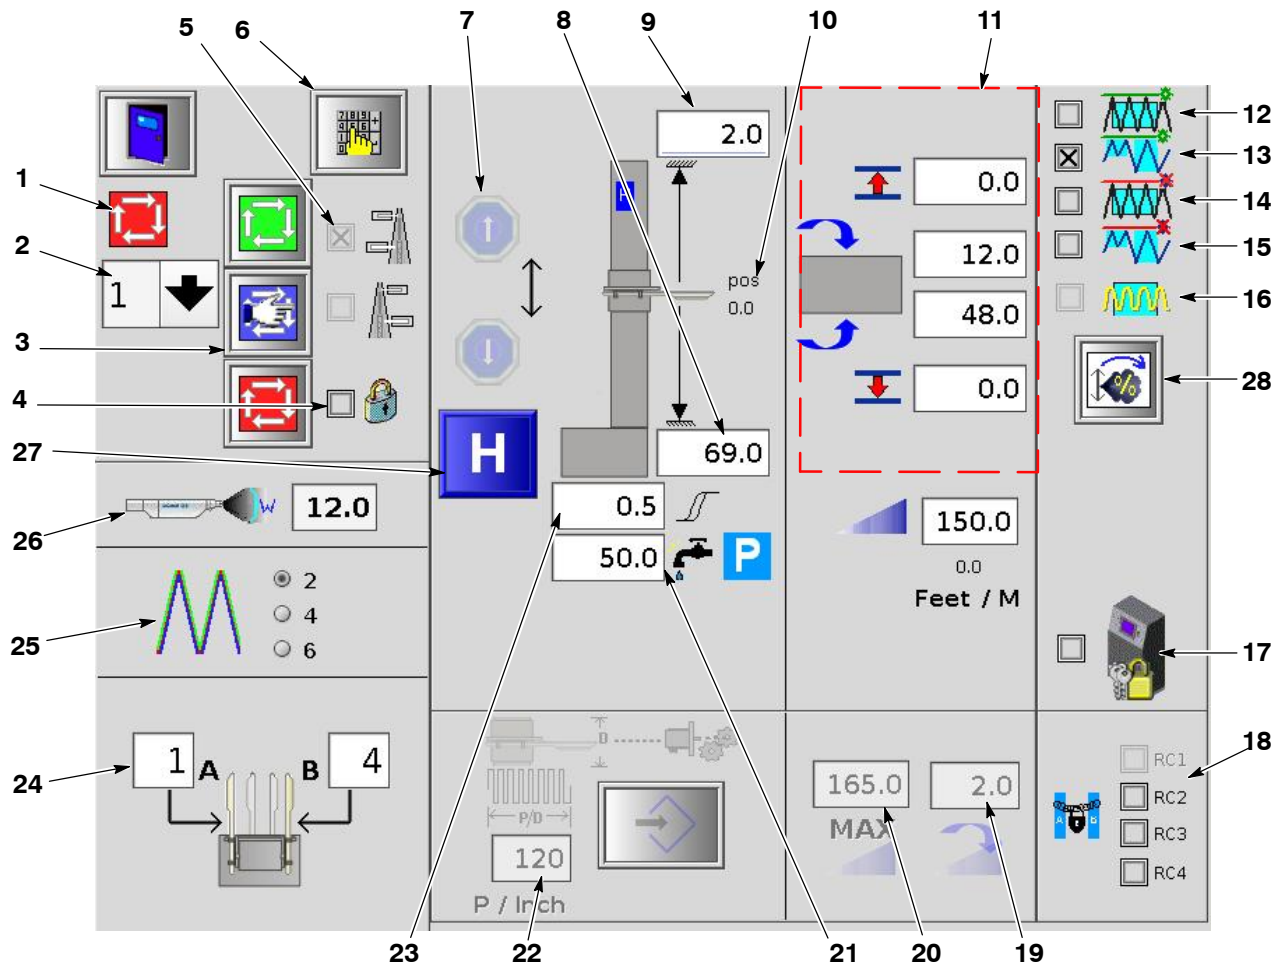

Fig. 4-13 Schermata di configurazione del reciprocatore
3. Sfiocare il tasto Home per portare il reciprocatore alla posizione di base. Quando il movimento alla posizione di base è concluso, muovere manualmente il reciprocatore verso il basso finché il valore della posizione attuale (10, fig. 4-13) è 6 pollici o un altro valore pari.